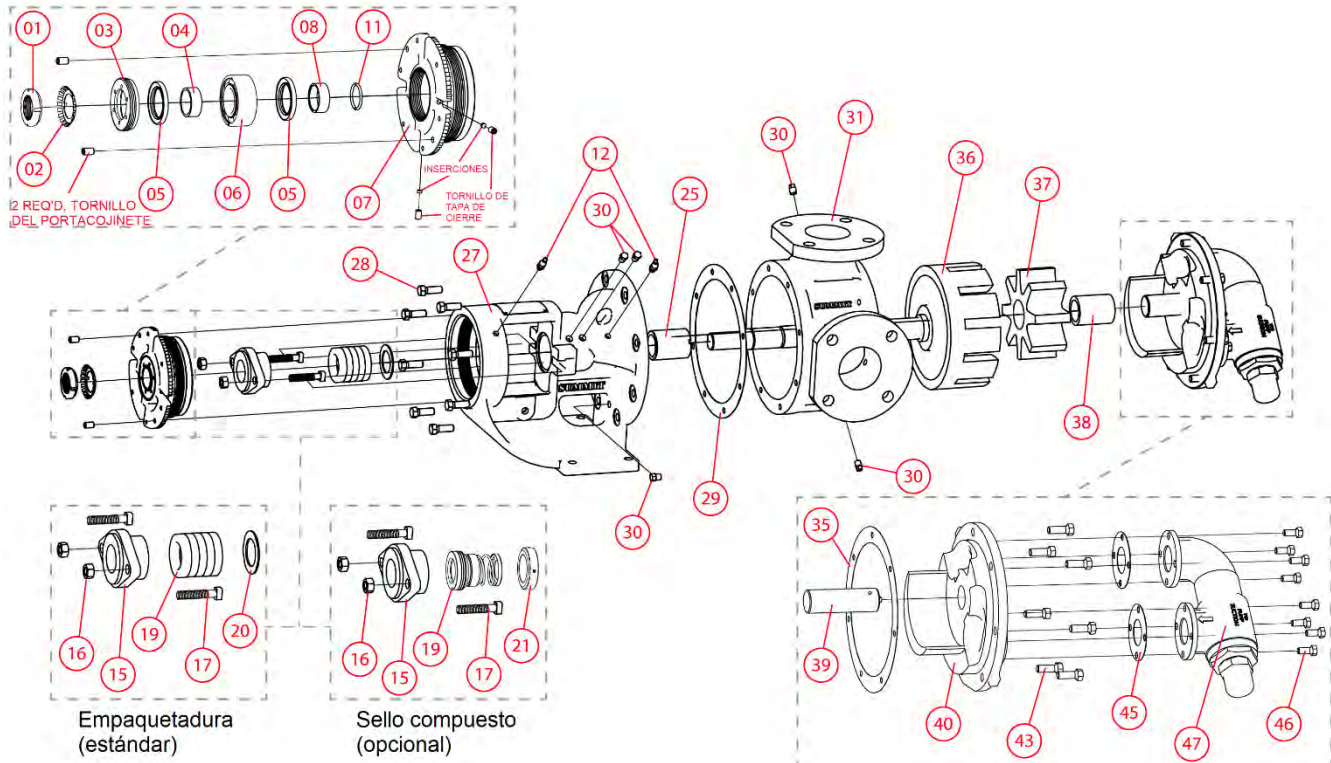

Figura 10-1: Vista en despiece del modelo VV40
1. Antes de poner en funcionamiento la bomba, se debe rellenar con líquido. Esto puede hacerse mediante la extracción de los tapones de la tubería o tubo (elemento 30 en la Figura 10-1 en la página 20) y el rellenado con líquido de bombeo o agua. (Utilizar agua solo si no contaminará el líquido de bombeo).
1. Revisar las juntas de labio (05, Figura 10-1 en la página 20) en el portacojinete en cuanto a desgarres, zonas desgastadas y fugas.
3. Revisar la junta de labio (05, Figura 10-1 en la página 20) y el eje de transmisión en cuanto a desgaste. Se debe inspeccionar la condición del interior de las piezas del carrete de tuberías de succión y descarga.
Utilizar la Figura 10-1 y la Tabla 10-1 con respecto a la sección 11 DESMONTAJE DEL MODELO VV40 y la sección 12 MONTAJE DEL MODELO VV40
Consulte la Figura 10-1 y la Tabla 10-1 en la página 20 para obtener el número de pieza.
1. Retirar el tapón del tubo (30) en la sección inferior del soporte (27) con el fin de drenar el líquido de la carcasa y la tubería.
2. Marcar la alineación del cabezal (40) y la carcasa (31) con un marcador permanente antes del desmontaje. Es fundamental conservar la orientación del cabezal (40) y la carcasa (31) para un rendimiento adecuado.
3. Quitar los tornillos (43), el cabezal (40) y, si existe, la válvula de alivio interna (47) (para obtener las instrucciones para el desmontaje de la válvula de alivio interna consulte la sección 11.5). Tenga cuidado de no dañar la junta de culata (35) y la polea tensora (37). Durante su extracción, incline el cabezal (40) fuera de la carcasa para evitar que la polea tensora (37) caiga del pasador (39), para evitar daños.
Si la bomba está encaquetada, quitar la placa del cabezal de la chaqueta (42) y la junta tórica (41) en este punto. *Nota: Las piezas (42) y (41) no se muestra en la Figura 10-1.*
4. Retirar la polea tensora y el casquillo (37). Verificar visualmente en busca de desgaste y daños, y reemplazar si es necesario. Si es necesario, retirar el buje de la polea tensora (38) utilizando una prensa. Consultar la sección 12.1 en la página 26 para obtener más detalles acerca del buje.
5. Separar la junta de culata (35) del cabezal (40) y apartarla; reemplazarla si está dañada o es necesario. Extraer el pasador de la polea tensora (39) si es necesario.